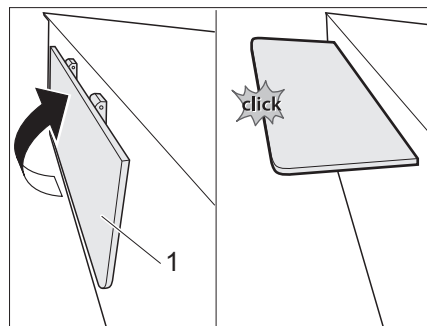

Fig. 111 Sollevare il bordo di appoggio
- Sbloccare il bordo di appoggio (Fig. 111,1) e ruotarlo verso l'alto fino allo scatto in posizione.